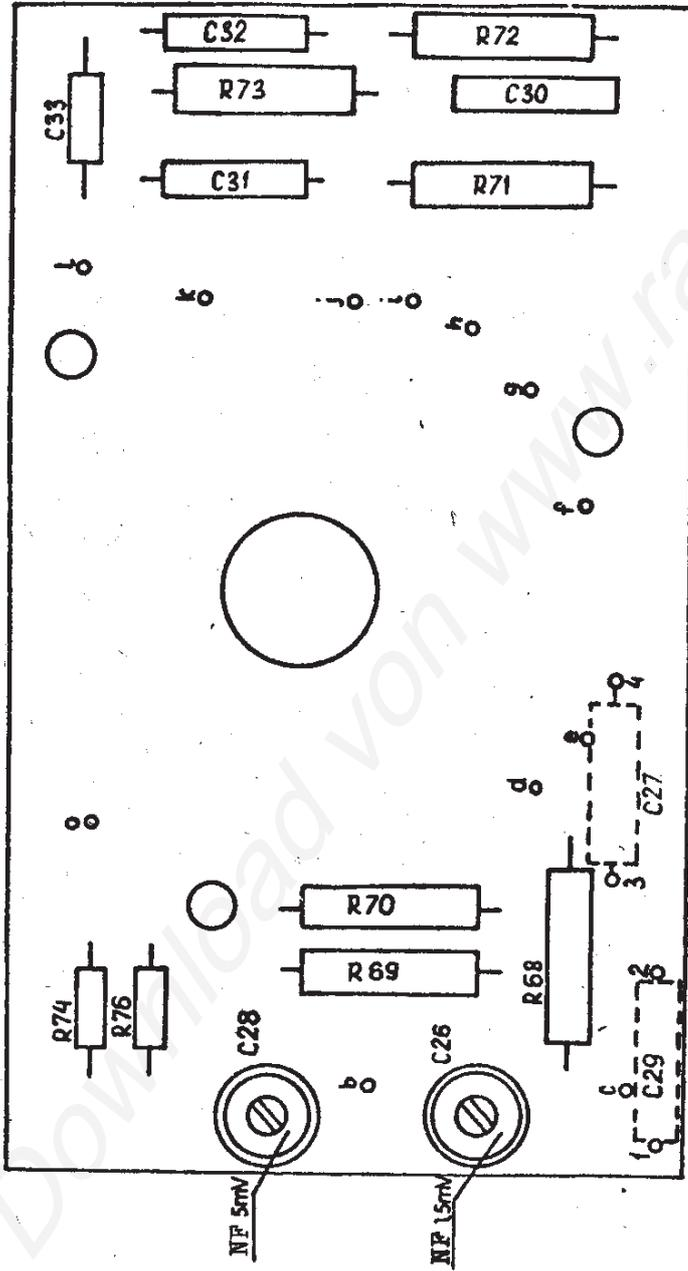

Abb.10 Umschalter /Kopplungsteiler/
- im 5 mV-Bereich - mittels Trimmer  $C_{28}$  am Kopplungsumschalter /Abb. 10/,
- im 1,5-mV-Bereich - mittels Trimmer  $C_{26}$  am Kopplungsumschalter /Abb. 10/,